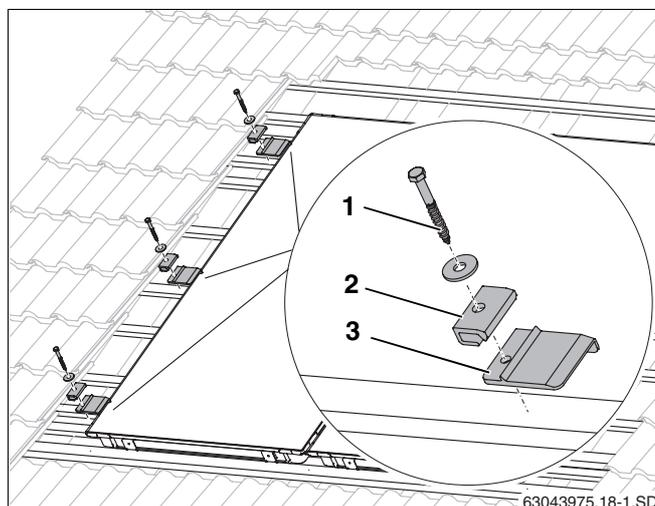

Fig. 29 Montaggio del giunto di collegamento di sinistra
- Sollevare leggermente il collettore di sinistra e spingere fin sotto il collettore le piastre di rinforzo di sinistra (fig. 29, **pos. 3**) del 2° e del 3° listello aggiuntivo, nonché quelle al centro del collettore di un listello preesistente, finché l'alzata non urta contro il bordo inferiore del collettore.
- Per permettere l'inserimento della vite (fig. 29, **pos. 1**) è necessaria una sgrossatura con una punta da trapano da 4 mm.
- Fissare i giunti di collegamento (fig. 29, **pos. 2**) con vite 6x40 (fig. 29, **pos. 1**) e rondella (utilizzare una chiave SW 10).